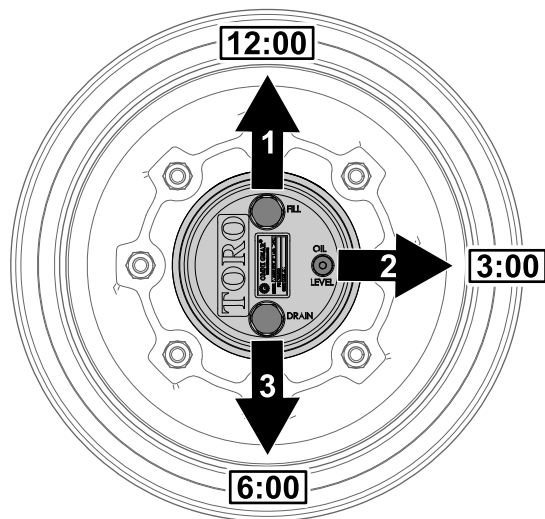

図 72
1. 水平な床面で、補給プラグが時計の12時の位置、点検プラグが3時、ドレンプラグが6時の位置を指すように駐車する 図 72。
2. 3時の位置にある点検プラグを外す 図 72。
1. 水平な床面で、補給プラグが時計の 12 時の位置、点検プラグが 3 時、ドレンプラグが 6 時の位置を指すように駐車する 図 72 プラネタリギアオイルの点検 \(ページ 68\) を参照。